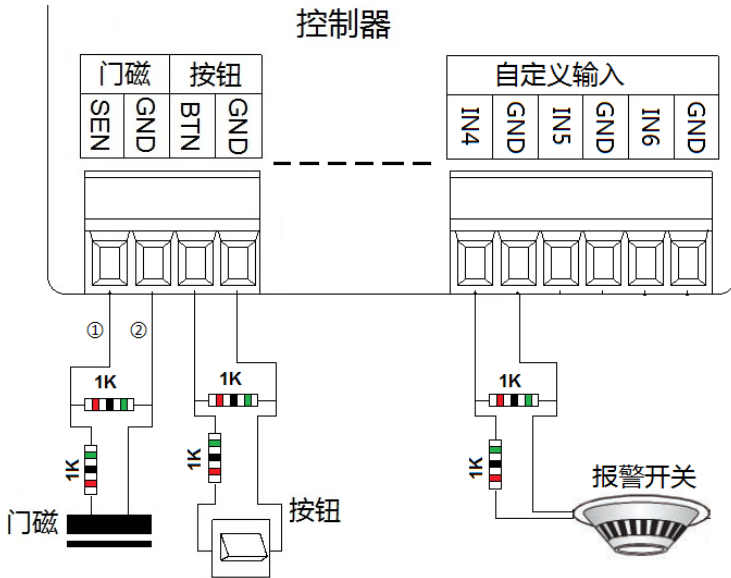

图 6: 四态检测接线示意图
四态就是断开、闭合、短路、断路 4 种状态。设备可以检测门磁、按钮、自定义输入（如报警输入）的这 4 种状态。断开、闭合就是门磁、按钮、自定义输入的正常开关状态, 短路就是下图①②位置线连通, 断路就是①或②位置的线断开, 如图 6 所示:
注: 此功能要在门磁、按钮、报警设备处加 2 个 1K 的电阻, 接线方式如图 6 所示。